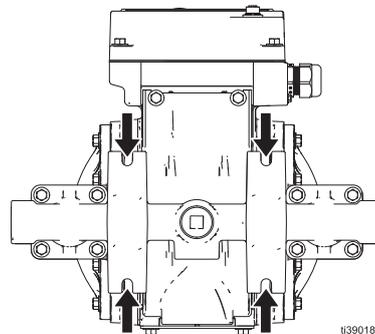

FIG. 7: Orifícios de montagem
Monte a bomba na superfície de montagem utilizando fixadores através de cada orifício dos pés. Consulte a FIG. 7.
3. Para todas as fixações, garantir que a bomba está fixada com fixadores através dos orifícios de montagem na base. Consulte a FIG. 7. Consultar **Dimensões**, a partir da página 57.
Para evitar danos na bomba, monte a bomba na superfície de montagem utilizando fixadores em cada orifício dos pés. Consulte a FIG. 7.